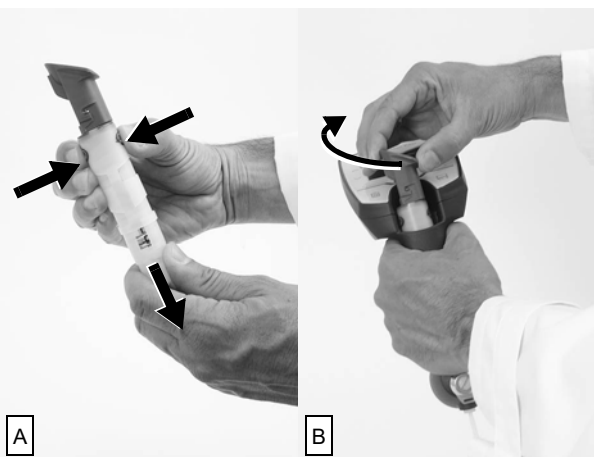

Abb. 13: **A:** Lösen einer verriegelten Pumpe | **B:** Wiedereinsetzen der Pumpe
1. Wenn der Pumpenschaft verriegelt war, lösen Sie die Verriegelung (siehe Abb. 13, A):
2. Setzen Sie die Pumpe ein, wobei das obere Ende des Pumpenknopfs nach links zeigt (siehe Abb. 13, B).